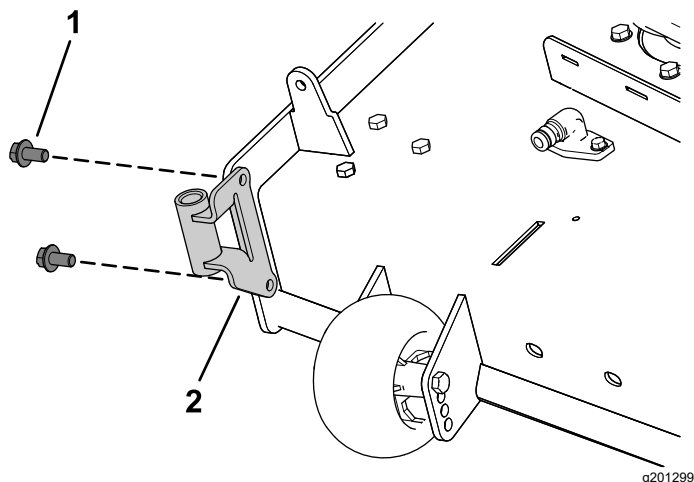

Bild 7
1. Befestigen Sie die Gebläsestütze mit zwei Sechskantstellschrauben ($\frac{3}{8}$ " x $\frac{3}{4}$ ") am Mähwerk, wie in Bild 7 abgebildet.